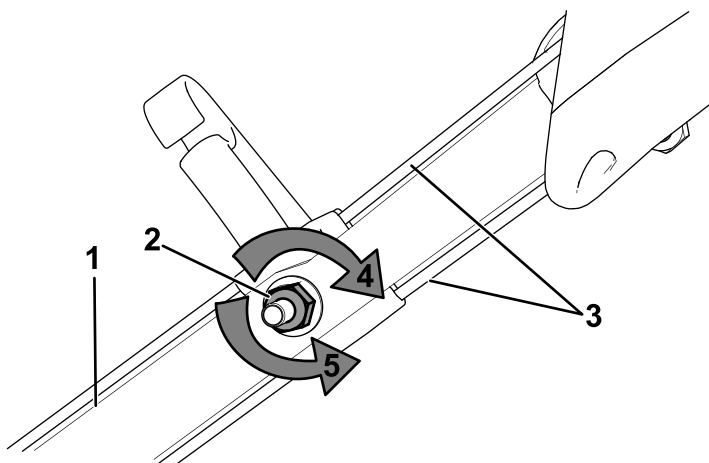

Figura 29
1. Rode a porca de ajuste no sentido contrário ao dos ponteiros do relógio para folgar os ajustes dos cabos (Figura 29).
- Ajuste a tensão dos cabos (Figura 29) puxando-os para trás ou empurrando-os para a frente e mantendo a posição.